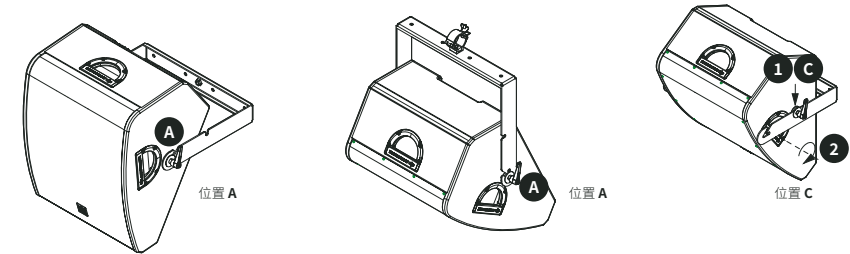

图 7. 不同辐射方向在墙壁或桁架上的应用。
10. 如果想让SMX 12A离墙更近且向下方辐射，可以使用U型架上的“位置C”，详见图7。